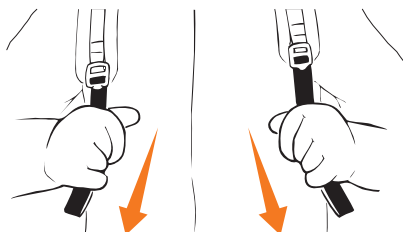

Рис. 8
- Для подтяжки ремней, потяните концы ремней вниз, чтобы затянуть их (Рис. 8).